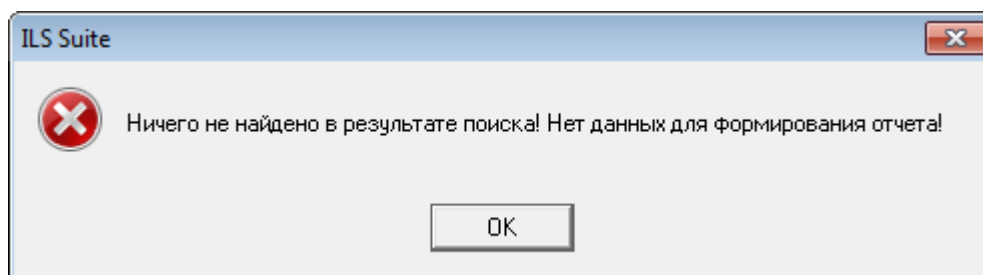

Рис. 13-494 – Информационное окно
4) Выбрать необходимый пункт из меню, после этого открывается окно задания параметров отчета (рис. 13-494). При нажатии на верхнюю часть кнопки открывается окно для задания параметров отчета. Отчет сформируется в конструкторе отчетов.